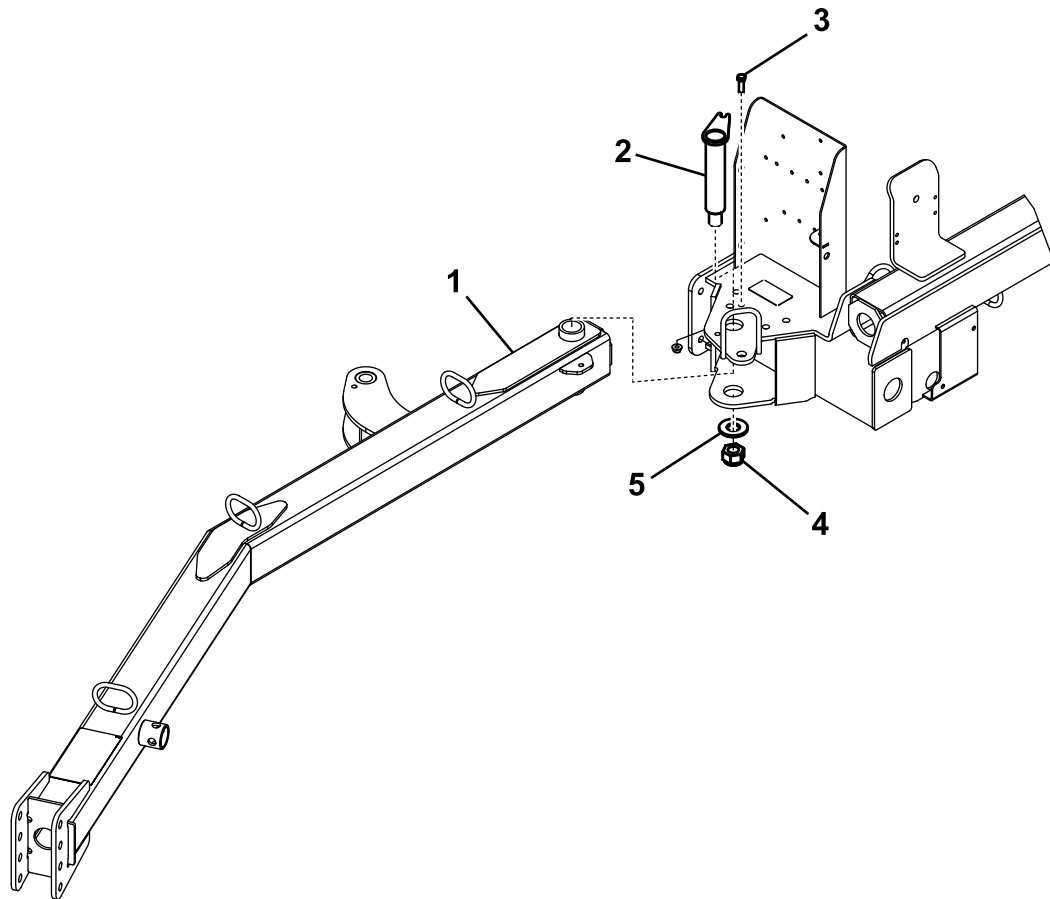

図 3
1. ヒッチトングの後端部をマシンの取り付けプレートの中に入れ、取り付け穴を整列させる図 3。
2. 取り付けプレートとヒッチトングにヒッチピンを通す図 3。
3. 図 3のように、ヒッチピンの上部を取り付けプレートに固定するボルト $\frac{3}{8}$ x 1 $\frac{1}{4}$ "とロックナット $\frac{3}{8}$ "を使用する。
4. ヒッチピンの下部を固定する大きいワッシャと大きいナットを使う図 3。